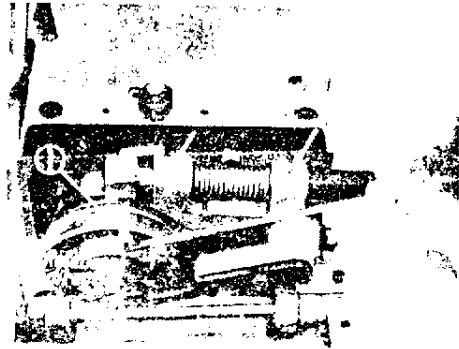
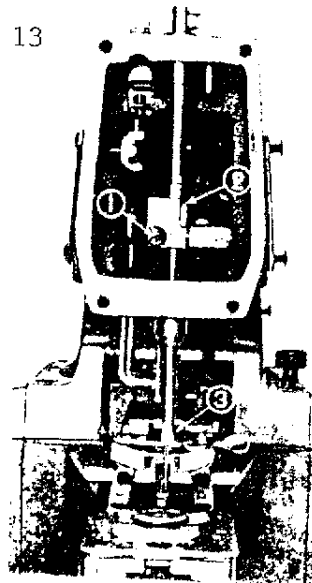
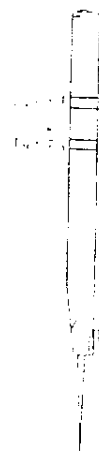

Fig. 2
Fig. 12
Fig. 13
- * LE SENS DE ROTATION EST INDIQUE PAR LA FLECHE FIG. 2
EN VUE D'ASSURER UNE LONGUE VIE A VOTRE MACHINE ET UNE MEILLEURE SOUPLESSE D'UTILISATION, LA MACHINE DOIT ETRE HUILEE DEUX FOIS PAR JOUR, AVANT LE DEBUT DU TRAVAIL. INSTILLER L'HUILE DANS TOUS LES TROUS INDIQUEES PAR LES FLECHES AU MOYEN D'UNE BURETTE. DEPOSER LE CAPOT DROIT SUR LA TETE, RETIRER LA VIS (1) FIG. 2 DE LA POULIE DE COMMANDE D'AIGUILLE, VERIFIER LE NIVEAU DE GRAISSE ET COMPLETER SI NECESSAIRE.
13. REGLAGE DE LA BARRE À AIGUILLE - FIGURES 12 ET 13
IL Y A DEUX LIGNES DE RÉFÉRENCE À LA PARTIE SUPÉRIEURE DE LA BARRE À AIGUILLE ET DEUX AUTRE PLUS BASSES. SOIOT AU TOTAL 4 LIGNES - FIG. 12. POUR AJUSTER LA HAUTEUR DE LA BARRE À AIGUILLE, SE RÉFÉRER À LA PAIRE SUPÉRIEURE LORSQUE DES AIGUILLES COURTES TQ X 1 SONT UTILISÉES ET À LA PAIRE INFÉRIEURE DANS LE CAS D'AIGUILLES LONGUES TQ X 7. APPUYER À FOND SUR LA PÉDALE POUR RELACHER LE LEVIER D'EMBRAYAGE ET DANS CETTE POSITION TOURNER LE VOLANT DANS LE SENS DE ROTATION - FIG. 2 - ET LORSQUE LA BARRE À AIGUILLE ATTEINT SON POINT MORT BAS, LA LIGNE SUPÉRIEURE DE L'UNE OU L'AUTRE LIGNE FIG. 14 (A) - EN FONCTION DU TYPE D'AIGUILLE UTILISÉ, DOIT ÊTRE AU NIVEAU DE LA LISIÈRE INFÉRIEURE DU GUIDE BARRE À AIGUILLE. SI CE N'EST PAS LE CAS, DESSERER LA VIS FIG. 13 N° 1 LORSQUE LA BARRE À AIGUILLE EST À SON POINT LE PLUS BAS ET ALIGNER LA LIGNE CONCERNÉE AVEC LE GUIDE BARRE. NE PAS PERDRE DE VUE LES POINTS SUIVANTS.
(I) LORSQUE LA BARRE A AIGUILLE EST REMONTEE, S'ASSURER QUE LA VIS DE SERRAGE DE L'AIGUILLE - FIG. 13 (3) EST BIEN EN FACE DE LA RAINURE DU GUIDE AIGUILLE INFERIEUR.